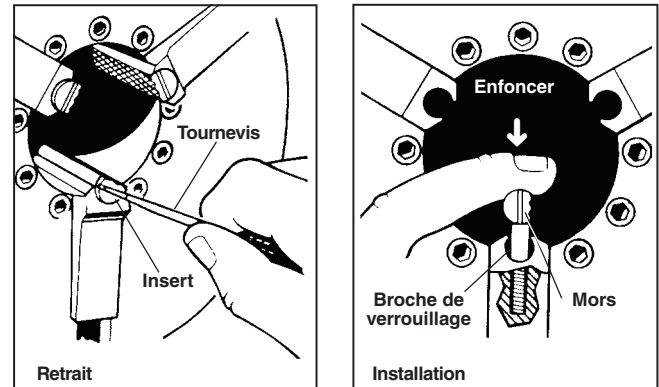

Figure 31 – Remplacement des inserts de mâchoire
1. Engagez un tournevis dans la fente de l'insert et tournez-le d'un quart de tour à droite ou à gauche pour le déverrouiller et le retirer (Figure 31).
2. Présentez le l'insert latéralement contre la broche de verrouillage et enfoncez-le à fond (Figure 31).